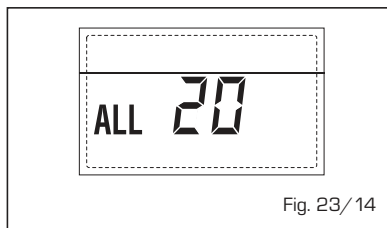

Fig. 23/14
- **ANOMALÍA AVERÍA SONDA IMPULSIÓN PRIMERA ZONA MEZCLADA "ALL 21" (fig. 23/15)**